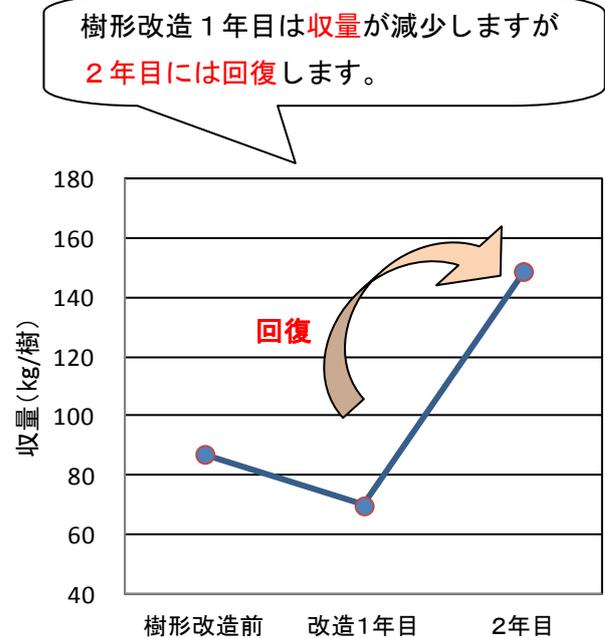

図3 樹形改造後の収量変化
- 樹形改造すると翌年の収量は減少しましたが、E型金具による側枝養成法を活用することなどで収量は回復しました（図3）。